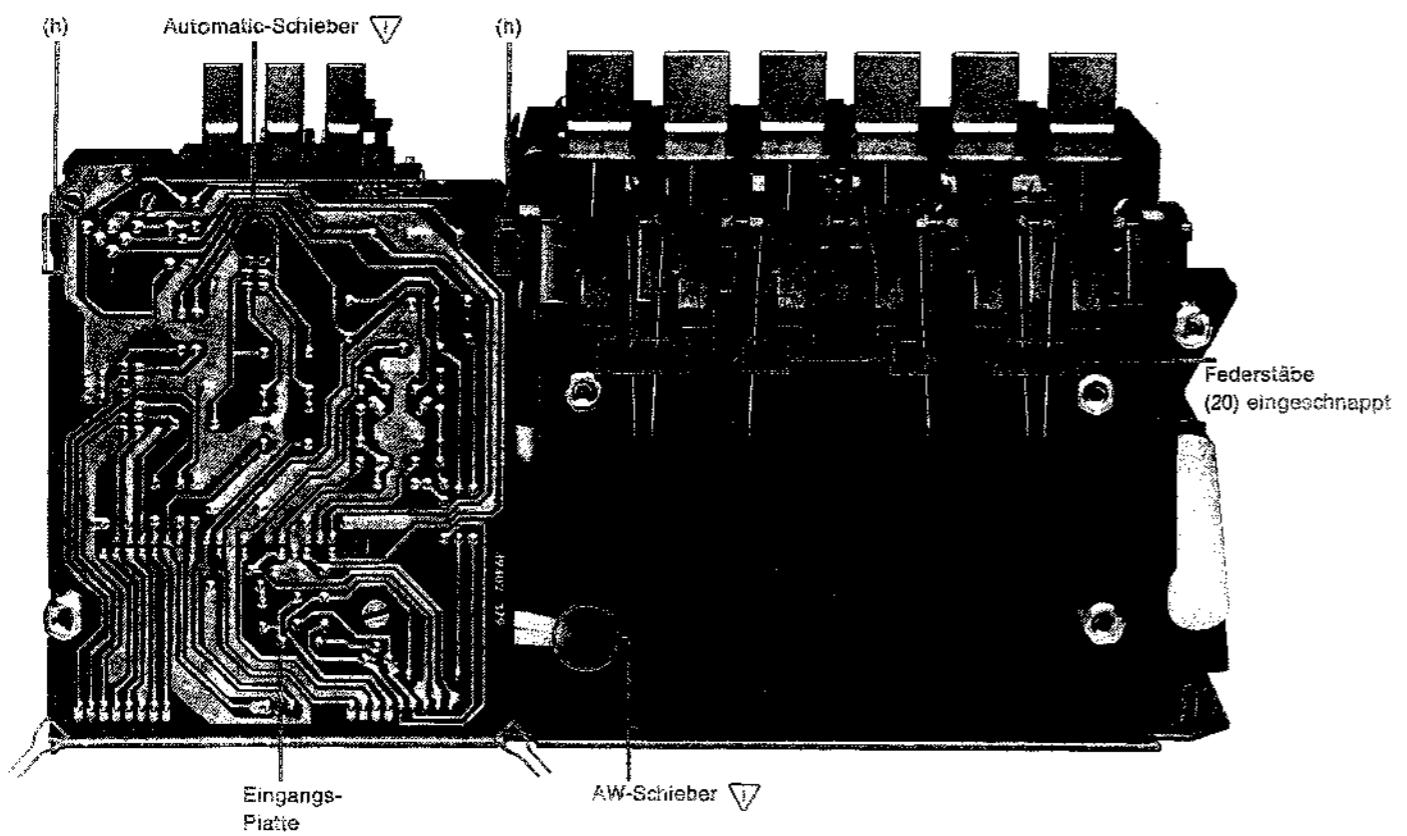

Bild 3
- 6 Tasten (4) sowie die 6 Federstäbe (20) entfernen.
- Schwenker (23.1) aus dem Dämpfungskolben (25) ausschütteln und entfernen.
- 4 Schrauben (m) herausdrehen und Abdeckblech (51) sowie Lichtleiter (52) entfernen.
Beim Wiedereinsetzen des Abdeckblechs (51) darauf achten, daß der Lichtleiter (52) in richtiger Position ist. Nachdem die Achse (24) wieder eingeschoben ist und die Tasten (4) in Position sind, die Federstäbe (20) einsetzen und mit einem Schraubenzieher in der Mitte soweit durchbiegen, bis sie in den Halterungen einschnappen (siehe auch Bild 3).
- Zählwerkriemen (108) vom Zählwerk vorsichtig mit einer Pinzette abnehmen und auf die obere Lasche des Cassetttenteils hängen, damit der Riemen stramm bleibt.